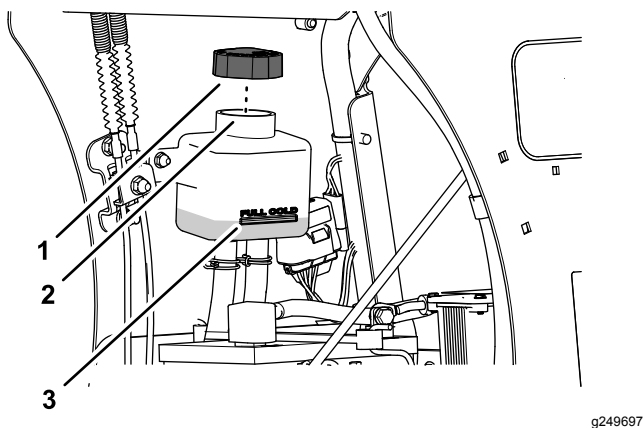

Figura 55
3. Retire el tapón del depósito de expansión y compruebe el nivel de fluido de transmisión del depósito (Figura 55).
4. Si es necesario, añada el fluido para transmisión especificado hasta que el nivel de fluido llegue a la línea FULL COLD del depósito de expansión (Figura 55).
4. Siga añadiendo fluido para transmisiones del tipo especificado hasta que llegue a la línea FULL COLD del depósito de expansión; consulte Figura 55 en Comprobación del fluido de la transmisión \(página 47\).